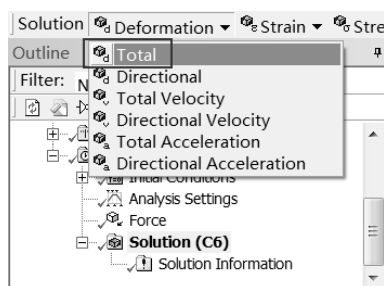

图 9-44 添加变形选项
Step2: 选择 Solution 工具栏中的 Deformation (变形) Total 命令, 如图 9-44 所示, 此时在分析树中会出现 Total Deformation 选项。